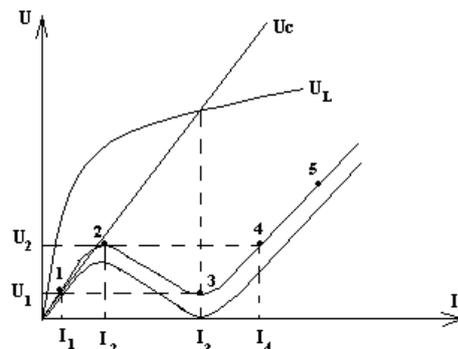
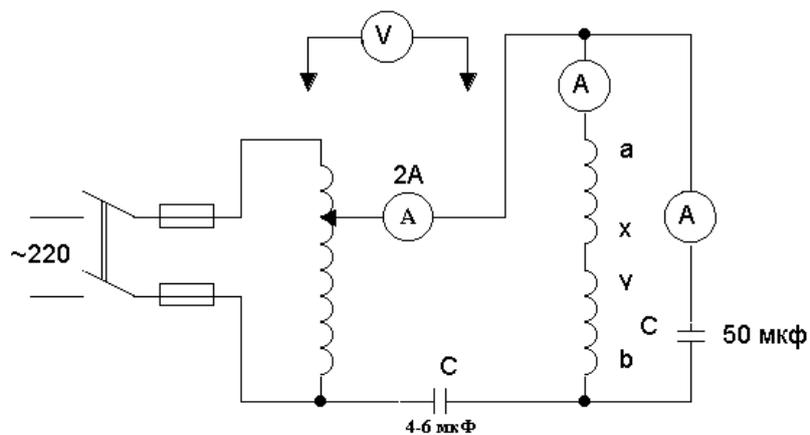
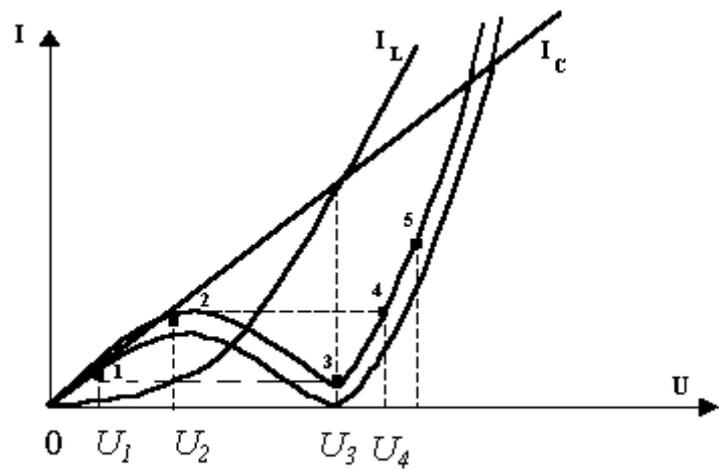

Рис. 2
Рис. 5
Рис. 6
$U_c = I \frac{1}{\omega C}$ на рис.2).
Результат сложения этих ВАХ показан на рис.2 (напомним, что напряжения на емкости и индуктивности находятся в противофазе). Результирующая ВАХ имеет, как говорят, S – образный вид. Предположим, что напряжение источника медленно увеличивается, начиная с нулевого значения. Тогда изображающая точка будет перемещаться через точку 1 к точке 2. Дальнейшее незначительное повышение напряжения будет сопровождаться скачком тока, соответствующим перемещению точки из положения 2 в положение 4, т.е. ток в цепи скачком увеличится от I_2 до I_4 . Последующее повышение напряжения сопровождается плавным увеличением тока по участку 4 – 5 (см. рис. 2). При снижении напряжения изображающая точка будет перемещаться по участку 5 – 4 – 3 с переходом в точку 1.
Для цепи с параллельным соединением нелинейной индуктивности и линейной емкости возможен феррорезонанс токов (рис. 5). На рис.6 показана ампер-вольтная характеристика нелинейной индуктивности и линейного конденсатора. Результирующая характеристика построена путем вычитания ординат I_L и I_C . Если питать схему рис.5 от источника тока (в схеме рис.5 источник тока организован путем включения последовательно с ЛАТРОм конденсатора 4 – 6 мкФ), то изображающая точка будет перемещаться по участку 0 – 1 – 2. Дальнейшее увеличение тока будет сопровождаться скачком напряжения от значения U_2 до U_4 . В последующем с ростом тока напряжение будет увеличиваться плавно от точки 4 к точке 5. Если уменьшать ток в цепи, то изображающая точка будет перемещаться по участку 5 – 4 – 3 с переходом в точку 1, а напряжение изменится скачком от значения U_3 до U_1 .
4. Сравнить характеристику $U = f(I)$ с результирующей вольт-амперной характеристикой, построенной на рис.2.
1. Собрать цепь рис.5 и получить разрешение на включение. Перед включением регулятор напряжения установить на нуль. При проведении опыта емкость конденсатора 50 мкФ, а в качестве нелинейной индуктивности используются те же обмотки ах и by, соединенные зажимами х и у.
Определить величину тока, при которой наблюдается скачок напряжения из точки 2 в точку 4 (см. рис.6). Перед тем как записать показания приборов после скачка восстановить тот ток, который был непосредственно перед скачком и после при возрастании и убывании общего тока.
5. Сравнить характеристику $I = f(U)$ с результирующей ампер-вольтной характеристикой рис.6.
1. Почему значение напряжения на результирующей ВАХ, показанной на рис.2 и рис.6, не обращается в нуль соответственно при $U_C = U_L$ и $I_L = I_C$?
3. Почему в схеме рис.5 нужен источник тока?